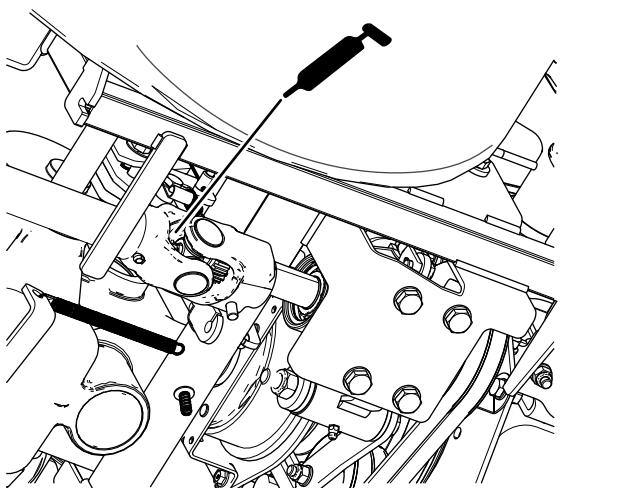

図 47
- PTO 部の駆動シャフトの後側 U ジョイント図 47。